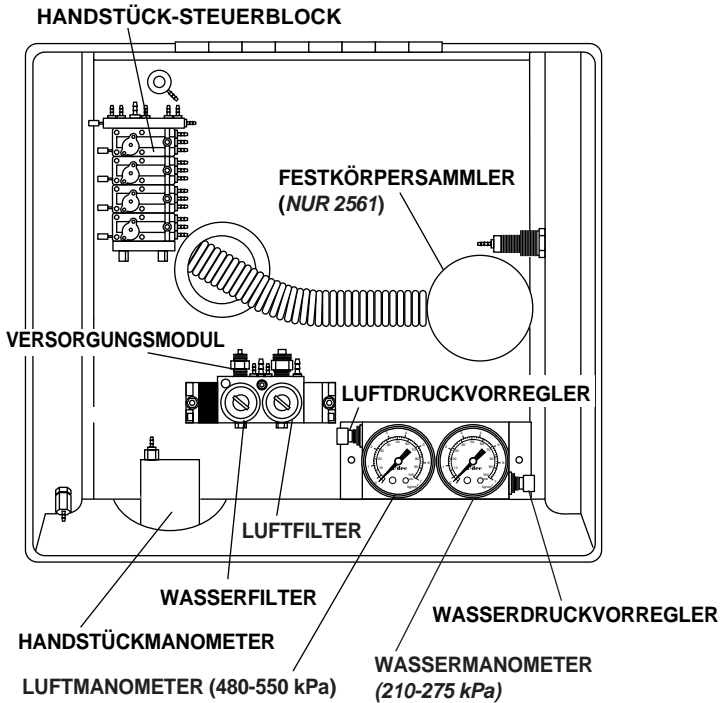

Bild 18. Versorgungsmodul im Cart
Die Regler für die Systemversorgung (siehe Bild 18) befinden sich unter der Abdeckung des Carts.
3. Lesen Sie die Manometer im Anschlußgehäuse ab (*siehe Bild 18 auf Seite 16*).
Vor dem Eintritt in die Druckvorregler müssen Luft und Wasser getrennte Filter passieren. Die Filter müssen ersetzt werden, wenn sie so verschmutzt sind, daß der freie Zufluß zu den Reglern nicht mehr gewährleistet ist. Wo sich das Systemversorgungsmodul befindet, sehen Sie in (Bild 18 auf Seite 16).